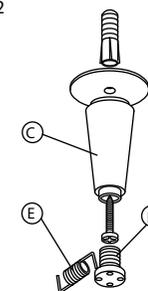

Fig.4
5. Collocare la tela, mettendo i fori F agli stremi del molla fig 4.
5. Placer la toile en mettant les trous F aux extremités du ressort fig 4.
5. Colocar la tela metiendo los agujeros F en los extremos del muelle (fig 4).